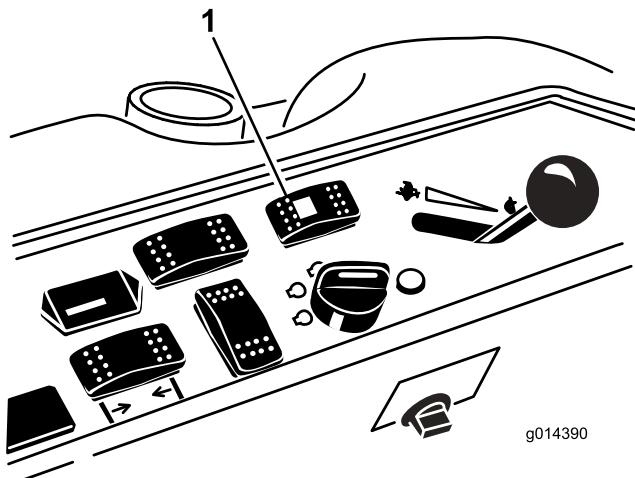

図 52
- 切り替えスイッチ図 52 の後側を押す4輪操舵にセット。